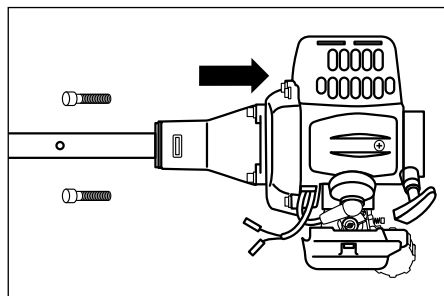

Рис. 4
3. Установите штангу в сборе на двигатель, используя четыре винта (рис. 4). При этом выходной вал редуктора и бензобак должны располагаться с одной стороны.